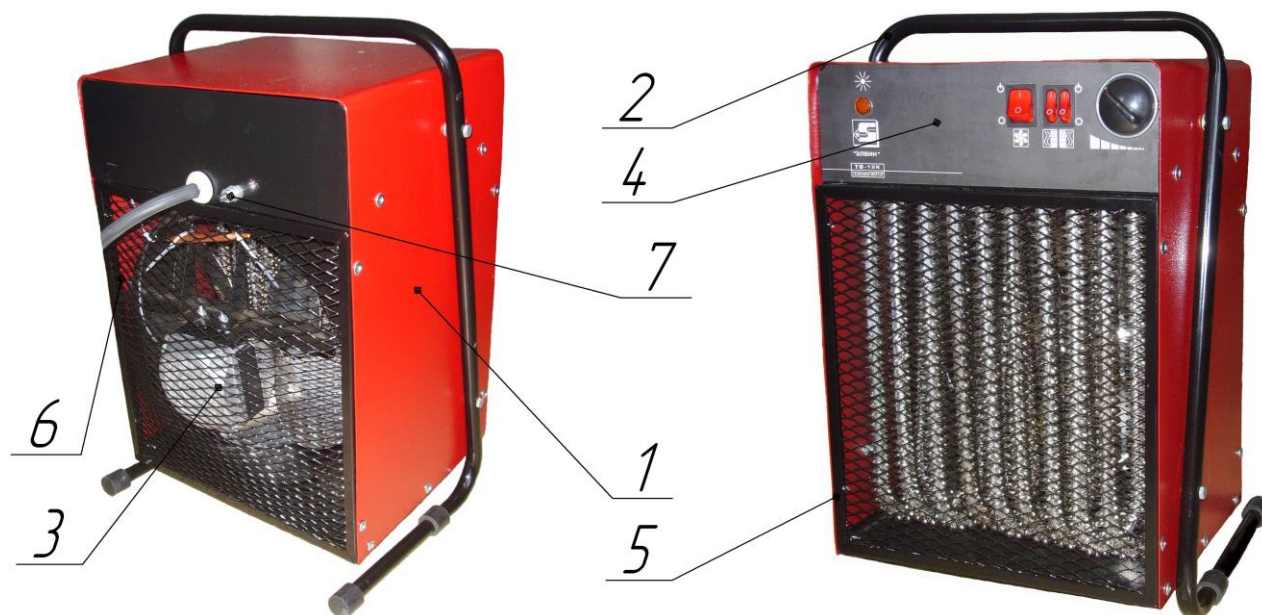

Рис.1. Тепловентилятор
5.1. Несущая конструкция тепловентилятора (см.рис.1) состоит из корпуса (1) и ручки – ножки (2). Двигатель с вентилятором (3) расположен в задней части тепловентилятора. Блок управления смонтирован на основании, расположенном в корпусе. Органы управления вынесены на панель управления (4). Внутри корпуса расположены оребрѐнные трубчатые электронагревательные элементы, закрытые с лицевой стороны тепловентилятора рамкой с сеткой. На задней панели находится вывод шнура питания и болт заземления (7).
5.3. Электрическая схема тепловентилятора приведена на рис.1, 2 Приложения.
В целях безопасности тепловентилятор должен быть заземлен гибким проводником сечением не менее 2,5мм², надёжно закрепленным гайкой между плоскими шайбами на болте заземления (7) (см. рис.1).